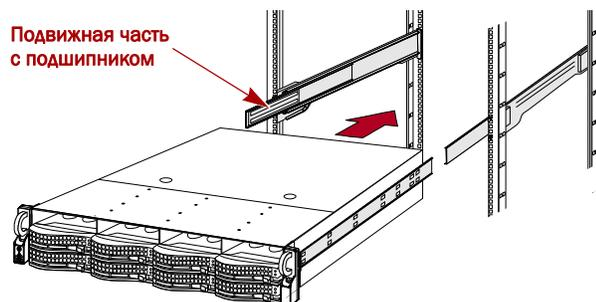

Рисунок 9. Установка модуля расширения в стойку
2. Убедитесь, что **подвижные части** с шариковыми подшипниками находятся **впереди** (Рис. 9).